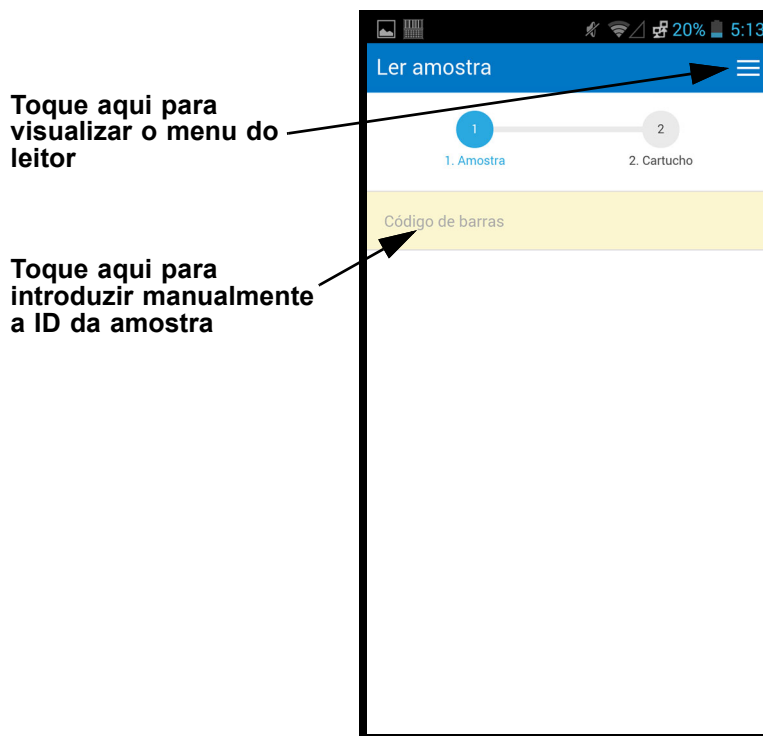
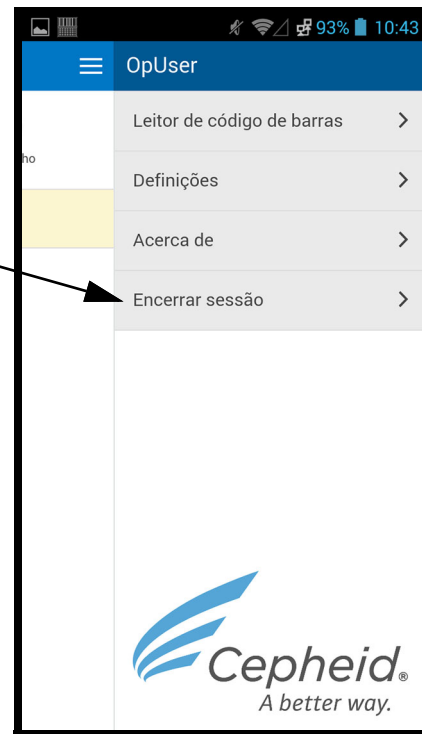

Figura 5-102. Ecrã de leitura de amostra do Cepheid Link
Figura 5-111. Menu pendente do leitor Cepheid Link
3. Estabeleça ligação ao leitor do Cepheid Link utilizando o nome de utilizador e a palavra-passe que lhe foram atribuídos (consulte figura 5-101). Será visualizado o ecrã Scan Sample (Ler amostra). Consulte figura 5-102.
- 1) Toque na área **Barcode (Código de barras)** no ecrã (consultar figura 5-102). Será visualizado um teclado (consultar figura 5-105) para introduzir a ID da amostra manualmente.
- Se o cartucho não for emparelhado com a amostra com êxito, o ecrã Error (Erro) (X vermelho) será visualizado juntamente com a mensagem de erro (consultar figura 5-108) para um exemplo. Toque no botão **Ok** para regressar ao ecrã Scan Cartridge (Ler cartucho). O leitor regressará ao ecrã Scan Sample (Ler amostra) (consultar figura 5-102).
- O leitor visualizará o ecrã Confirmation (Confirmação) (consultar figura 5-110), se não forem necessárias alíquotas e se Confirmation estiver desactivado, ou regressará ao ecrã Scan Sample (Ler amostra) (consultar figura 5-102).
- Toque em **Start Over (Reiniciar)** para não ler a alíquota e regressar ao ecrã Scan Sample (Ler amostra). Consulte figura 5-102. Será visualizado um ecrã de confirmação depois de tocar no botão **Start Over (Reiniciar)**.
- Se o ensaio estiver configurado para alíquotas, mas a amostra não tiver sido dividida em alíquotas, toque em **Skip (Ignorar)** para ignorar a leitura de uma alíquota. O leitor apresenta o ecrã Confirmation (Confirmação) (consultar figura 5-110), se não forem necessárias alíquotas e se Confirmation (Confirmação) estiver activado, ou regressará ao ecrã Scan Sample (Ler amostra) (consultar figura 5-102).
- Toque em **Start Over (Reiniciar)** para não ler a alíquota e regressar ao ecrã Scan Sample (Ler amostra) (consultar figura 5-102). Será visualizado um ecrã de confirmação depois de tocar no botão **Start Over (Reiniciar)**.
7. **(Opcional)** O leitor visualizará o ecrã Confirmation (Confirmação) (consultar figura 5-110), se activado, ou regressará ao ecrã Scan Sample (Ler amostra) (consultar figura 5-102).
8. Se for visualizado o ecrã Confirmation (Confirmação), toque em **Start Over (Reiniciar)** para ir para o ecrã Scan Sample (Ler amostra). Consulte figura 5-102.
10. Quando acabar de ler todas as amostras e cartuchos, desactive o Cepheid Link. Aceda ao menu do leitor tocando no ícone Menu no menu pendente (consultar figura 5-102). Será visualizado o menu do leitor. Consulte figura 5-111.